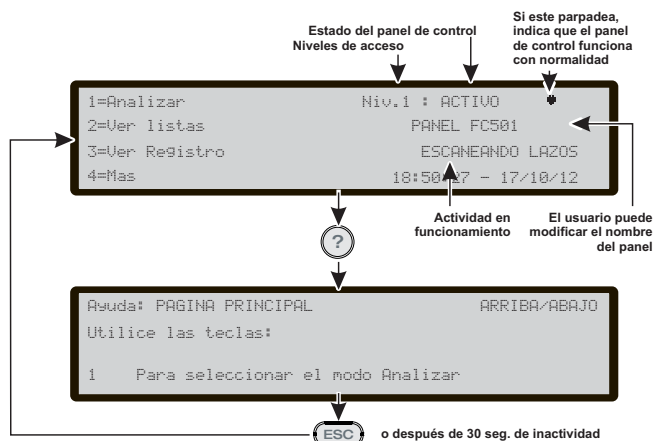

Figura 2 Ejemplo de la pantalla después de presionar la tecla Ayuda
- El botón de Ayuda (?) para abrir las páginas de ayuda en la pantalla (vea el ejemplo de la Figura 2).